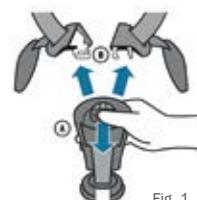

Fig. 1
- Ouvrez la ceinture à 5 points en cliquant sur A et en retirant B du support de ceinture (Fig. 1)